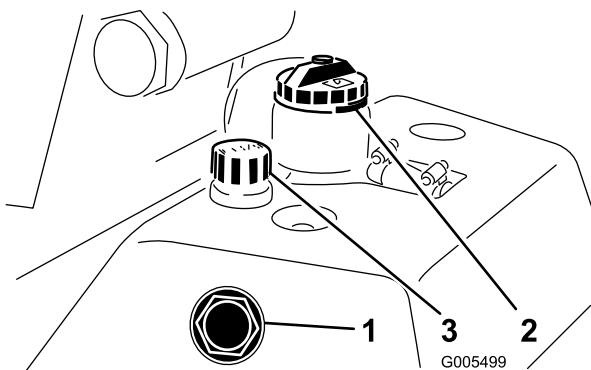

図 26
1. 平らな場所に駐車する。エンジンもオイルも冷えていることを確認する。補助オイルタンクについているゲージ窓(図 26)で点検を行う。ゲージ横のFULLマークまであれば適正である。